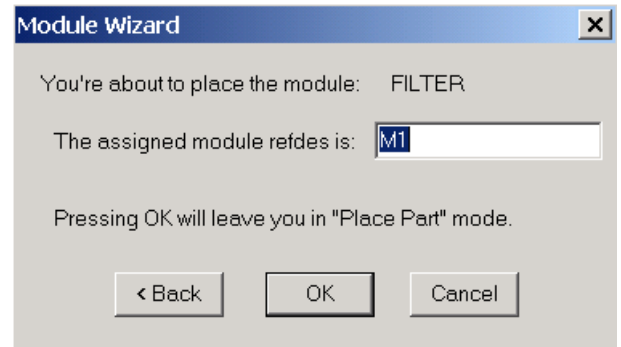

Рис. 6-18. Завершение работы Мастера модулей
8) На заключительном шаге создания модуля (рис. 6.18) в окне *The assigned module refdes is* система предлагает задать позиционное обозначение модуля и сообщает, что после нажатия кнопки **OK** активизируется режим **Place/Part** для размещения модуля на схеме.
5) Воспользуемся уже существующей ссылкой, поэтому устанавливаем флажок, как показано на рис. 6-20. Выбираем ссылку из списка проекта (рис. 6-21,б) и переходим к заключительному шагу работы Мастера (см. рис.6-18).